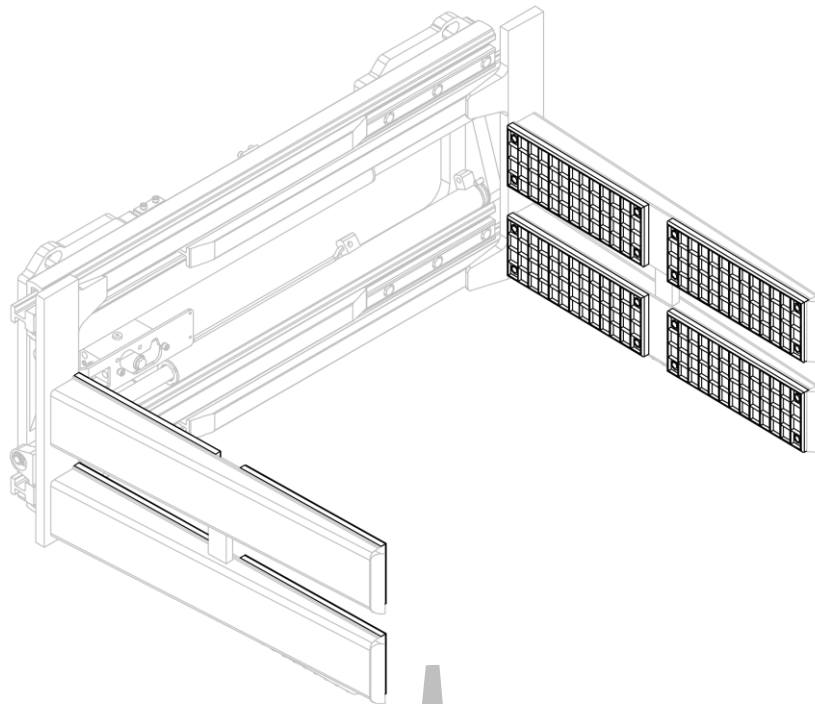
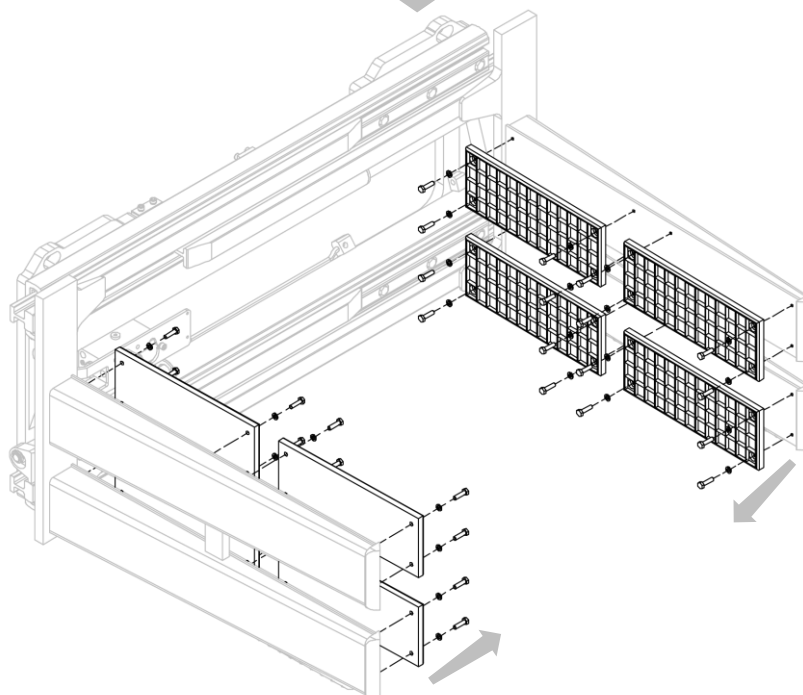

Abbildung 31
Abbildung 32
3. Schrauben Sie die Gummiplatten von den Gabelzinken ab (siehe *Abbildung 31* und *Abbildung 32*).